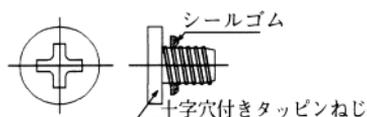

図72 十字穴付き
- (2) 十字穴付きタッピンねじ（図72）にシールゴムが付いていることを確認する。